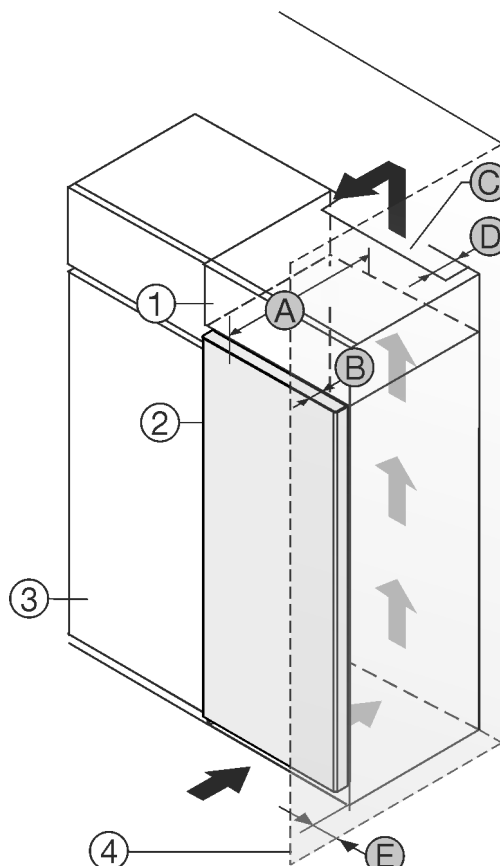

Fig. 1
Plasser enheten rett ved siden av kjøkkenskapet Fig. 1 (3).
På baksiden av skapmodulen over enheten må det installeres en ventilasjonskanal med dybden Fig. 1 (D) over hele skapmodulens bredde.
Ventilasjonstverrsnittet Fig. 1 (C) under taket i rommet må overholdes.
Hvis enheten plasseres med hengslene mot en vegg Fig. 1 (4), må avstanden mellom enheten og veggen være minst 13 mm.
Hvis enheten plasseres med hengslene mot en vegg Fig. 1 (4), må avstanden mellom enheten og veggen være minst 20 mm.
For å kunne åpne dørene helt må enheten rage dørdybden Fig. 1 (B) lenger ut enn fronten på kjøkkenskapene. Avhengig av kjøkkenskapenes Fig. 1 (3) dybde og bruk av veggavstandsstykker kan enheten rage enda lenger ut.